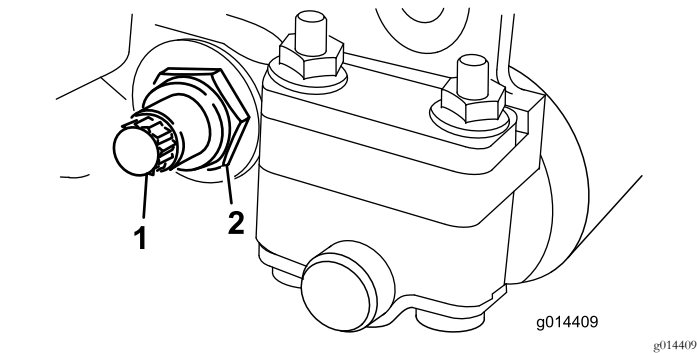

图20
- 3. 在机器的另一侧松开固定底刀架螺栓 图20 的锁紧螺母。
- 4. 拆下两个底刀架螺栓向下拉动底刀架并从机器螺栓 图20 上拆下来。